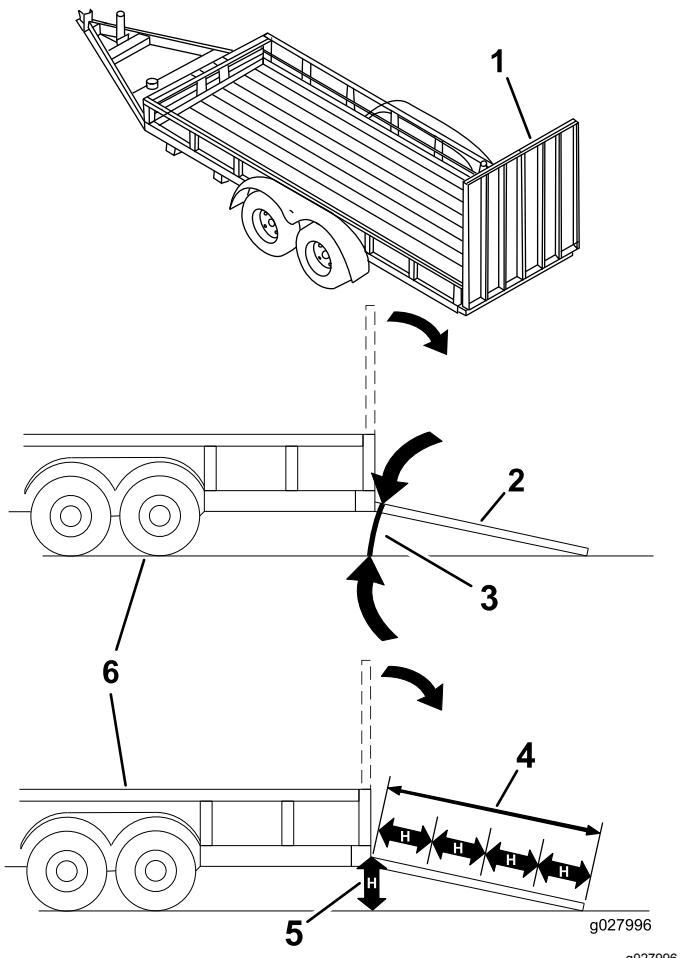

Bild 17
Beim Verladen einer Maschine auf einen Anhänger oder Pritschenwagen erhöht sich die Gefahr, dass die Maschine umkippt und schwere oder tödliche Verletzungen verursacht (Bild 17).
3. Senken Sie die Rampe ab (Bild 17).
1. Senken Sie die Rampe ab (Bild 17).